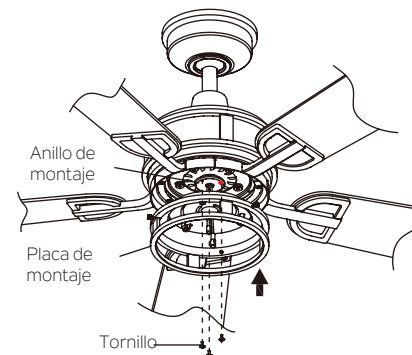

Fig. 21
**Paso 1.** Va a encontrar una etiqueta de punto en el anillo de montaje. Luego retire los 3 tornillos preinstalados en el anillo de montaje y guárdelos para reutilizarlos más tarde. Alinee las etiquetas de puntos en la placa de montaje con el anillo de montaje. Fije la placa de montaje al anillo de montaje con tres tornillos retirados previamente. Si es necesario, ajuste la placa de montaje, para alinear la llanta tanto en el cuerpo del motor como en la placa de montaje. Debe apretar con fuerza los 3 tornillos (Fig. 21).